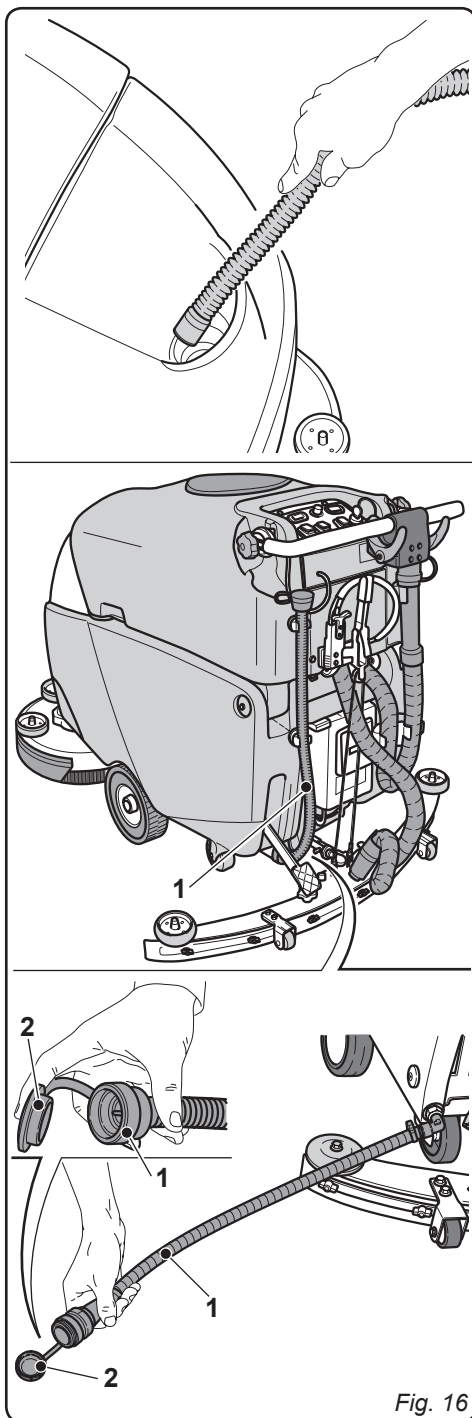

Fig. 16
10.1.a - Svuotamento e pulizia serbatoio acqua pulita (Fig. 16)